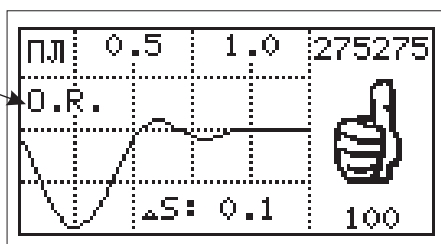

Рисунок 101
**(Рисунок 101)****Указание:**